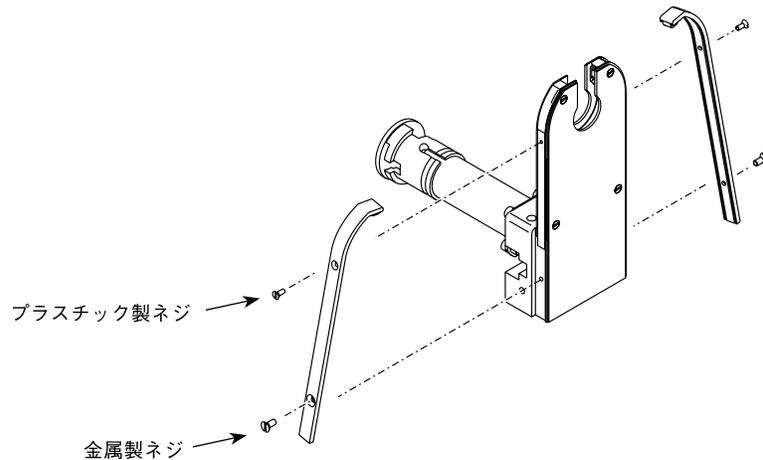

図55：サイド・シールドを取り付ける
8. サイド・シールドの曲がった端部をインサート上部のくぼみに合わせ、サイド・シールドを下方に抑えて固定します。図55をご参照ください。